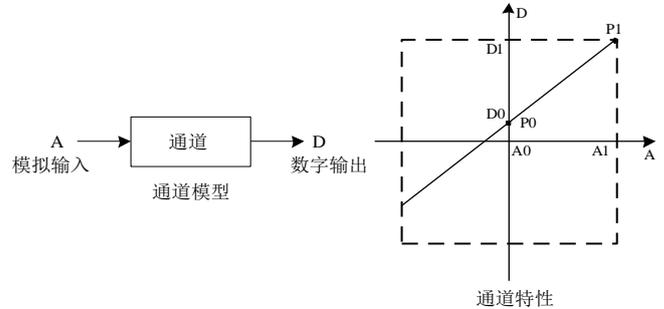
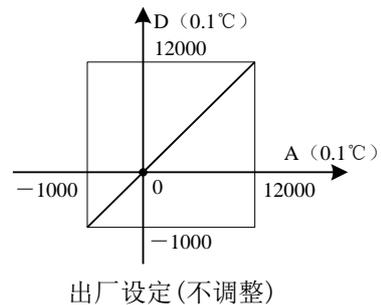

图 3-1 VC-4TC 的通道特性示意图
图 3-2 不更改各通道的 D0、D1 值，各模式对应通道特性
(1) VC-4TC 的输入通道特性为通道模拟输入温度 A 与通道数字量 D 之间的线性关系，可由用户设置，每个通道可以理解如图 3-1 中所示的模型，由于其为线性特性，因此只要确定两点 P0 (A0, D0)、P1 (A1, D1)，即可确定通道的特性，其中，D0 表示模拟量输入为 A0 时通道输出数字量，D1 表示模拟量输入为 A1 时通道输出数字量。
(2) 测量误差是由于连接电缆的阻抗引起的，用户可以通过设定通道特性来消除此类误差。考虑到用户使用的简便性，且不影响功能的实现，当前模式下，将 A0、A1 分别对应为【实测值 1】和【实测值 2】，D0、D1 分别对应为【标准值 1】和【标准值 2】，如图 3-1 所示，用户可以通过调整(A0,D0)、(A1,D1)来改变通道特性，出厂默认(A0,D0)为外部输入模拟温度的 0 值,(A1,D1)为外部模拟温度的最大值 12000(单位: 0.1°C)。如图 3-2 所示出厂设置，A0 为 0，A1 为 12000 (单位是 0.1°C)